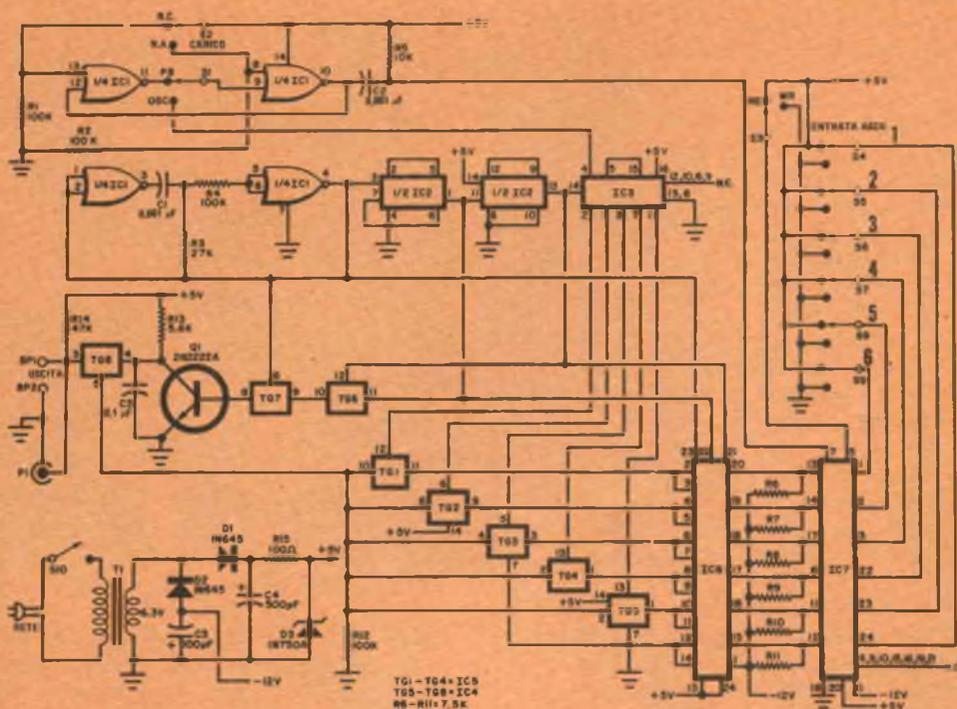

Fig. 4 - Schema completo dello Scopewriter, compreso il circuito di alimentazione.
**Come funziona** - Lo schema completo dello Scopewriter è riportato nella *fig. 4*. Due porte NOR (formate da parti di IC1) in unione con C1, R3 e R4 formano l'oscillatore a 25 kHz, la cui uscita pilota due flip-flop (IC2) per produrre un conteggio binario a tre bit. Quest'ultimo viene collegato al generatore di caratteri (IC6 - piedini 21, 22